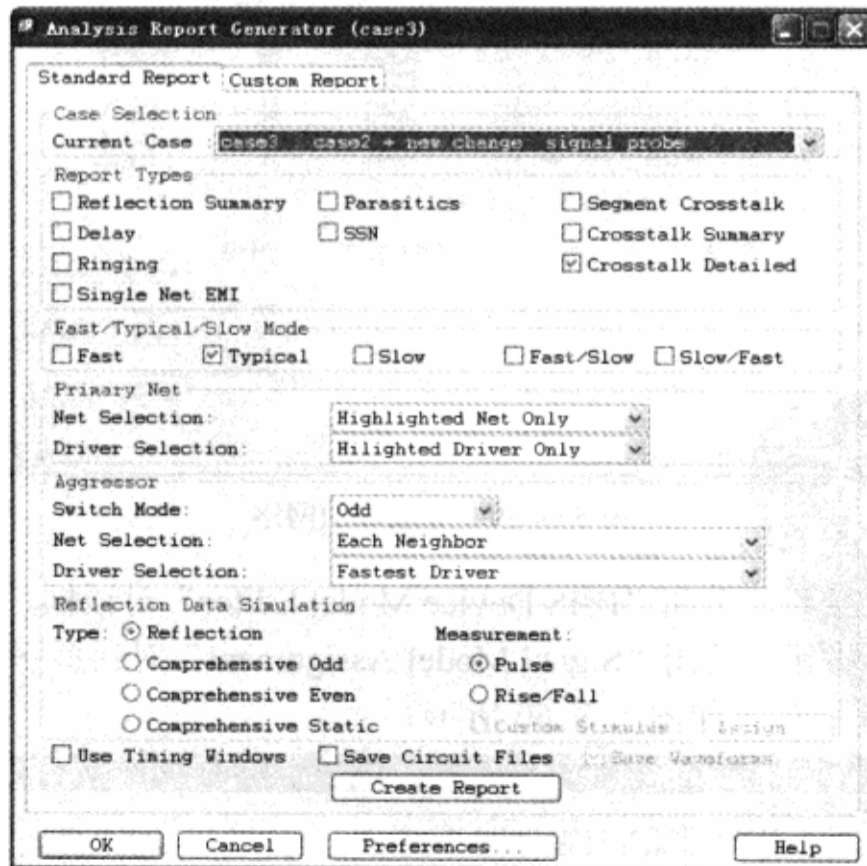

图 5-3-63 “Analysis Report Generator (case3)”对话框
(3) 在“Signal Analysis”对话框单击“Reports...”按钮，弹出“Analysis Report Generator (case3)”对话框，如图 5-3-63 所示。